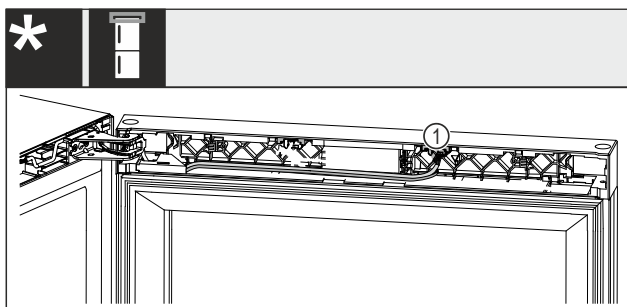

Fig. 25 Kombinovaná chladnička na víno s mrazničkou\*
- ▶ Vytáhněte zástrčku Fig. 25 (1) z uložení.\*